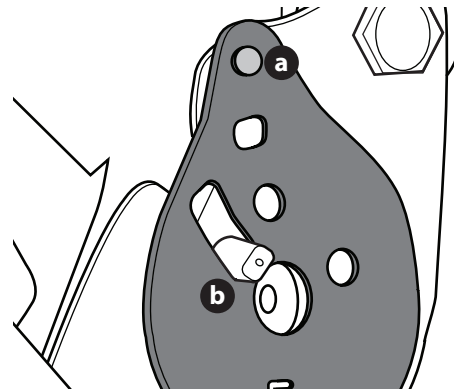

Figura 12
6. Incline el asiento hacia adelante hasta la posición totalmente delantera. Vuelva a colocar la placa reclinable con el perno de remache (a) y el pasador de la placa reclinable (b) que pasa por la placa reclinable en los lugares que se muestran en la Figura 12.